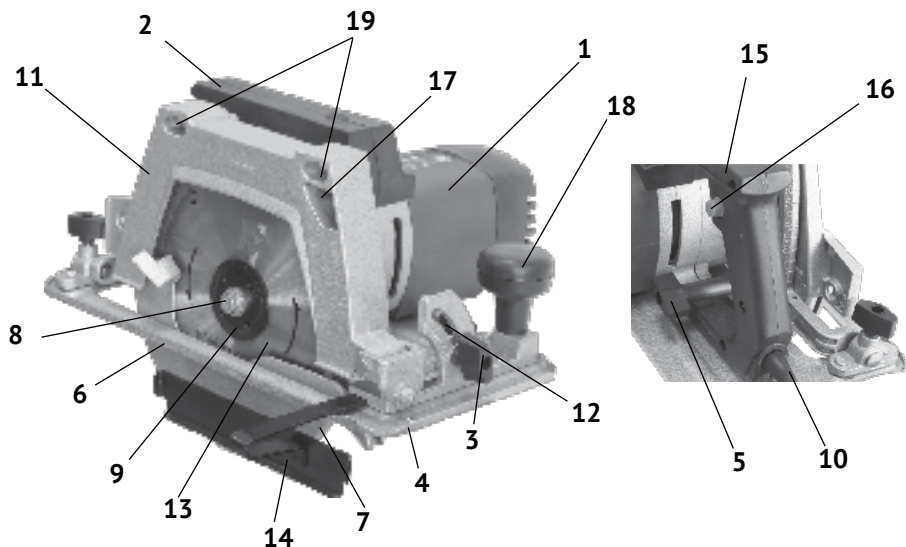

рис. 1
1.6 Общий вид пилы представлен на рис.1
1.7 Пила состоит из коллекторного двигателя в пластиковом корпусе (рис.1 поз.1) и металлического редуктора. Верхний неподвижный кожух (рис.1 поз.11) является одновременно крышкой корпуса редуктора. Крутящий момент с якоря электродвигателя, через шестерню, передаётся на шпиндель, соосный с электродвигателем. На шпиндель пилы, между опорным и прижимным (рис.1 поз.9) фланцами крепится пильный диск (рис.1 поз.13). Пильный диск - основной рабочий инструмент пилы.
1.8 Клавиша выключателя (рис.1 поз.15) расположена в рукоятке (рис.1 поз.2). Включение пилы осуществляется нажатием на клавишу выключателя указательным пальцем. Слева на рукоятке находится кнопка фиксации (рис.1 поз.16) клавиши выключателя в рабочем положении.
- нажав клавишу, зафиксировать её нажатием кнопки фиксации (рис.1 поз.16) в рабочем положении/повторное нажатие на клавишу отключает пилу при этом кнопка фиксации (со щелчком) возвращается в исходное положение.
На верхнем защитном кожухе (рис.1 поз.11) стрелкой указано направление вращения диска.
- надёжность крепления деталей корпуса двигателя, направляющей плиты (рис.1 поз.4) и отсутствие их повреждений, затяжку всех резьбовых соединений, исправность редуктора (вращение шпинделя от руки без заеданий);
- работу подвижного защитного кожуха (рис.1 поз.7);
2.2.1 Закрепить на шпиндель пильный диск (рис.1 поз.13), соответствующий обрабатываемому материалу. Для установки (замены) диска необходимо:
- открутить накидным ключом (входит в комплект поставки) винт крепления диска (рис.1 поз.8), снять прижимной фланец (рис.1 поз.6);
- переместить вверх, за рычаг нижний подвижный кожух (рис.1 поз.7), снять пильный диск (при замене);
- закрепить в отверстие для выброса опилок (рис.1 поз.17), на неподвижном кожухе (рис.1 поз.11), патрубок отвода стружки (входит в комплект поставки).
- ослабить винт (рис.1 поз.5) регулировки глубины пропила;
- ослабить винт (рис.1 поз.3) фиксации угла наклона;
2.2.5 При необходимости отпиливания заготовок строго определённой ширины, установите параллельный упор (входит в комплект поставки). Упор вставляется в прорезь (справа или слева) направляющей плиты и крепится винтом (рис.1 поз.12).
Пропил производите, подавая пилу вперёд двумя руками, используя дополнительную рукоятку (рис.1 поз.18), плотно прижимая основание к обрабатываемой заготовке.
- закрепить, используя отверстия (рис.1 поз.19) в неподвижном кожухе, двумя трубуцинами к поверхности верстака (рабочего стола);
- установить на кронштейн (рис.1 поз.6) неподвижного кожуха расклинивающий нож с закреплённым на нём пластиковым защитным кожухом (входят в комплект поставки);
- при необходимости отпиливания заготовок определённой ширины, вставить в прорезь основания параллельный упор (рис.1 поз.14) и закрепить его винтом (рис.1 поз.12) в нужном положении.
Убедившись в надёжном креплении пилы, нажмите клавишу выключателя и зафиксируйте её кнопкой (рис.1 поз.16) во включённом положении. Соблюдая все меры предосторожности, двумя руками плавно подавайте заготовку к пильному диску, прижимая её по всей длине к основанию.
**Внимание!** Не фиксируйте нижний подвижный кожух (рис.1 поз.7) в открытом положении. Это может привести к заклиниванию диска, а также к травмам и повреждениям. Кожух будет автоматически сдвигаться при подаче заготовки.